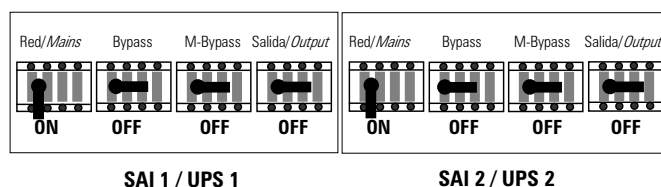

Fig.8
3.4.4.2.- Cerrar el interruptor de entrada del SAI2, arrancar el ondulador desde el panel de control y comprobar que es el Slave (Fig8).
3.4.4.2.- Close the mains input circuit breaker of the UPS2, switch on the inverter from the control panel and verify the SLAVE status of the UPS2.(Fig8).